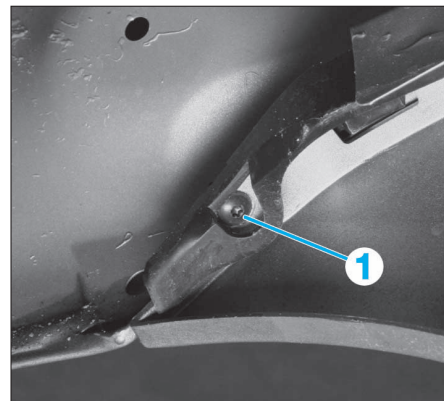

FIG. 66
- De chaque côté, déposer les vis (1) (Fig.66).